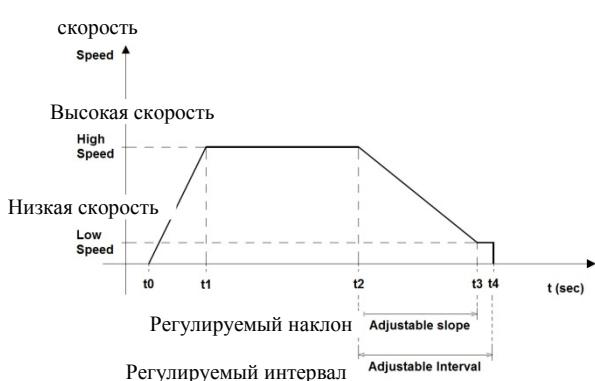

Рис. 8
- b) В течение интервала t_0-t_1 возрастает частота вращения двигателя, до тех пор пока не будет достигнута высокая скорость (HS), установленная с помощью параметра «ВЫСОКАЯ СКОРОСТЬ»(HIGH SPEED) (**ФАЗА УСКОРЕНИЯ**). Градиент ускоряющего линейного изменения предварительно настроен.
- c) После достижения высокой скорости (HV) следует интервал t_1-t_2 с движением на постоянной высокой скорости (**УСТАНОВИВШЕЕСЯ СОСТОЯНИЕ**)(STEADY STATE).
- d) В момент времени t_2 частота (скорость) вращения двигателя уменьшается до тех пор, пока не будет достигнута низкая скорость (LS) в момент времени t_3 , который установлен с помощью параметра **НИЗКАЯ СКОРОСТЬ (LOW SPEED)** (**ФАЗА ТОРМОЖЕНИЯ**). Линейное изменение при замедлении предварительно настроено с помощью параметра **RAMP**. Следовательно, длительность интервала t_2-t_3 является функцией этого параметра.
- e) При достижении низкой скорости (LS) следует интервал t_3-t_4 с движением на постоянной малой скорости (**ФАЗА «НИЗКАЯ СКОРОСТЬ» (LOW SPEED)**).
- f) В момент времени t_4 двигатель останавливается (**НЕМЕДЛЕННЫЙ ОСТАНОВ**). В случае цикла открытия момент времени t_4 соответствует моменту времени, в который двигатель завершает выполнение числа оборотов, предусмотренное для открытия дверей и предварительно запомненное во время выполнения фазы инициализации (рис. 8). В случае выполнения цикла закрытия момент времени t_4 соответствует моменту времени, в который дверь закрывается, и детектируется сигнал контакта «дверь закрыта», исходящий от датчика S1 (рис. 9).